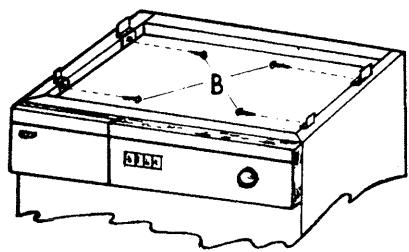

Fig. 14
- 2/ Levi i pezzi di fissaggio del piano di lavoro (Fig. 14) svitando le viti B.
- 2/ Retire las piezas de sujeción de la encimera (Fig. 14) para ello suelte los tornillos B.